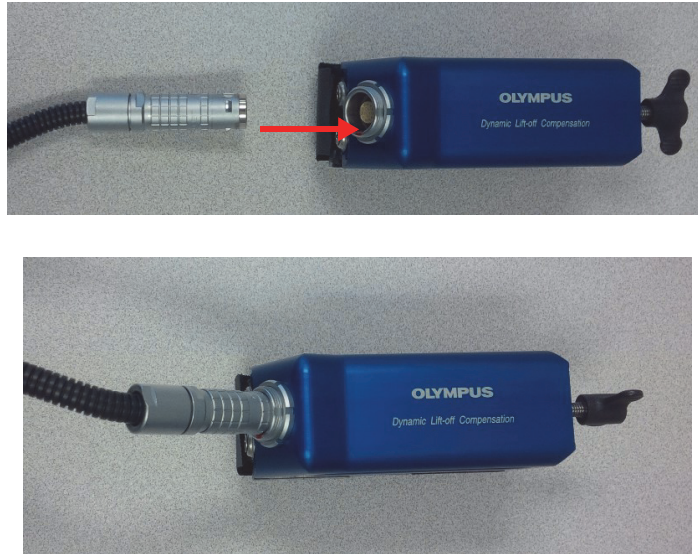

Figure 2-7 Connexion du câble sur la sonde
2. Alignez le point rouge du connecteur du câble avec le point rouge du connecteur de la sonde, et puis connectez le câble à la sonde (voir la Figure 2-7 à la page 33). Le câble devrait s'enclencher facilement si les points rouges sont correctement alignés.